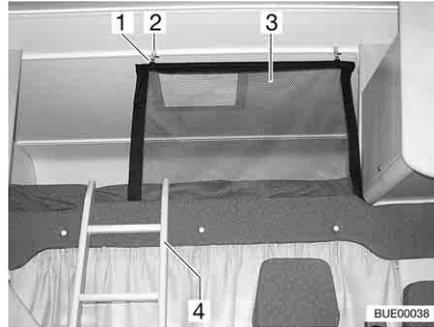
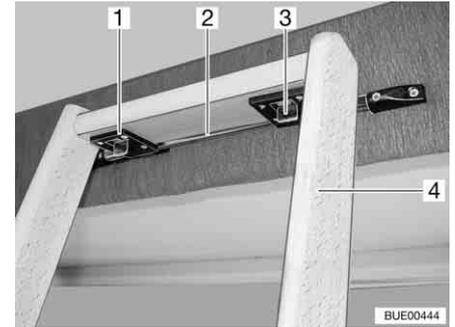

Fig. 109 Cama de alcova
Fig. 110 Escada, dispositivo de bloqueio
Escada Para fixar a cama de alcova, utilize a escada anexa de série (Fig. 109,4 e Fig. 110,4).
- Suspenda a escada com os dois ganchos (Fig. 110,1) na barra (Fig. 110,2) no painel de revestimento da alcova.
- Desloque para diante ambos os dispositivos de bloqueio (Fig. 110,3).
Rede de segurança A rede de segurança (Fig. 109,3) está arrumada, de série, entre o colchão e o estrado. Expanda a rede de segurança somente quando já ninguém se encontrar na alcova.
- Suspenda o suporte (Fig. 109,1) nos ganchos existentes no teto (Fig. 109,2).